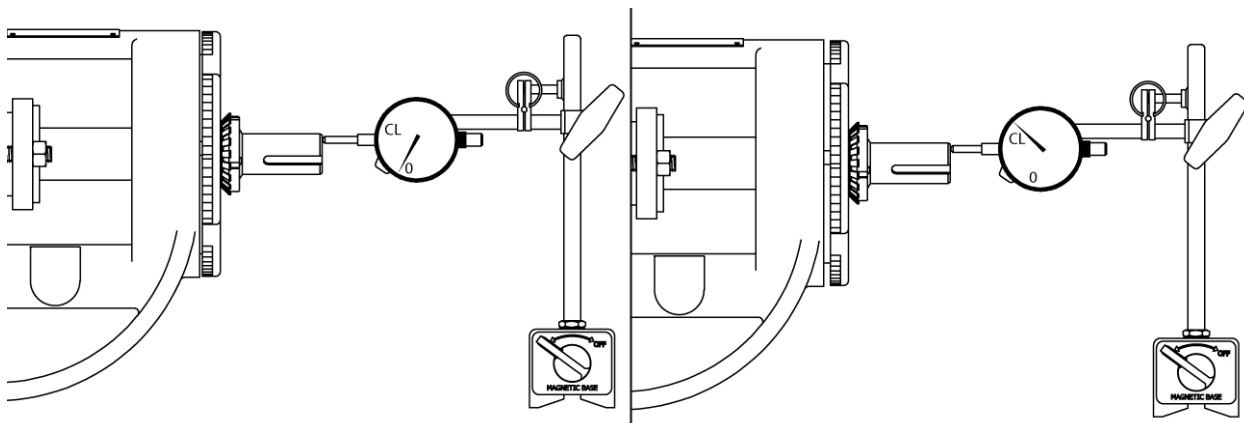

Figure 12-3: Position de l'indicateur à cadran
1. Desserrez les vis de fixation du boîtier de roulement, si installé, sur la bride du boîtier de roulement (07).
2. Faites pivoter le boîtier de roulement (07) dans le sens des aiguilles d'une montre à la main jusqu'à ce qu'il ne puisse plus être tourné. Assurez-vous que le rotor et l'arbre (36) ne peuvent pas être tournés à la main.
3. Tournez le boîtier de roulement (07) dans le sens inverse des aiguilles d'une montre jusqu'à ce que l'arbre (36) puisse être tourné avec seulement une légère résistance remarquable. Ce sera le réglage « zéro ».
4. Fixez l'indicateur à cadran soit sur la plaque de base ou au support de la pompe (27). Placez la sonde à l'extrémité de l'arbre comme indiqué dans la Figure 12-3.
5. Référez-vous au Tableau 12-2 à la page 32 pour déterminer les jeux axiaux standard (CL) pour la taille et le matériau correspondants..
7. Tournez le boîtier de roulement (07) dans le sens inverse des aiguilles d'une montre, vu de l'extrémité de l'entraînement, jusqu'à ce que l'indicateur à cadran indique le jeu terminal souhaité (CL).
8. Après avoir réglé le jeu terminal, remplacez les vis de fixation du boîtier de roulement pour le verrouiller (07) en place pendant le fonctionnement.